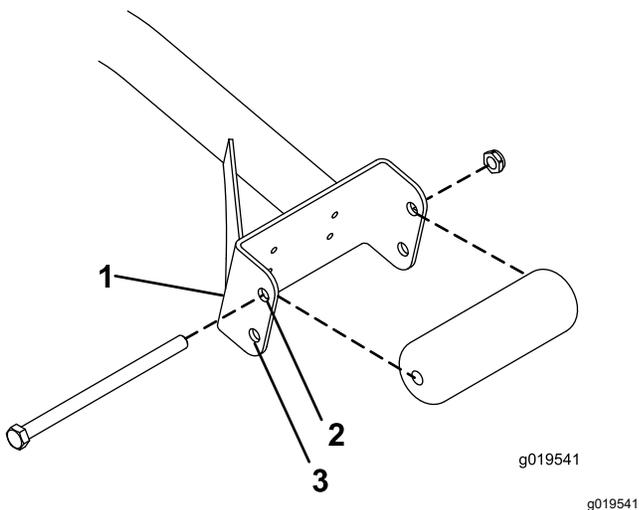

Figure 3
- Pour les plateaux de coupe de 69 cm, placez les rouleaux dans les trous de fixation supérieurs des profilés du support (Figure 3).
- Pour les plateaux de coupe de 81 cm, placez les rouleaux dans les trous de fixation inférieurs des profilés du support (Figure 3).